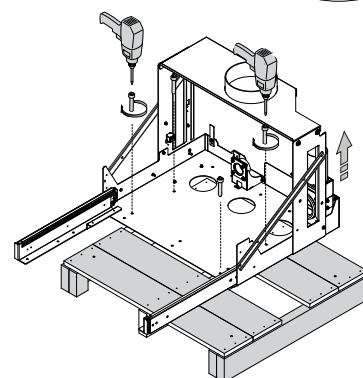

Fig. 6.1.6
11. Retirer les vis de fixation de la palette de la base et retirer la palette (Fig. 6.1.6).